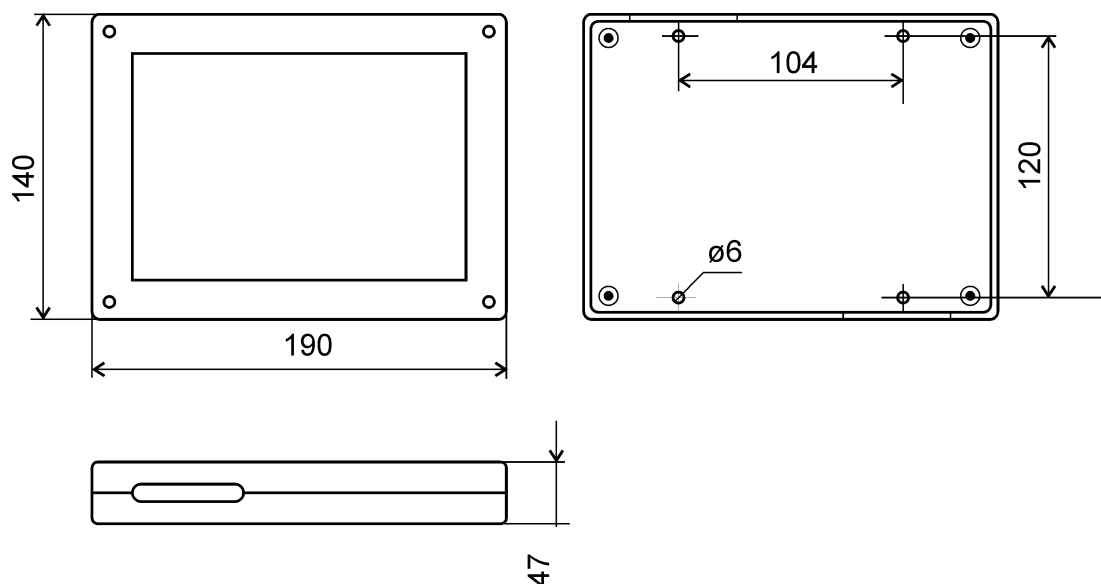

Рисунок 6.
«СФ-КУ4005» поставляется в пластмассовом корпусе (рис.6). Корпус имеет съемную крышку, которая крепится с помощью четырех винтов. На задней стороне корпуса расположены 4 отверстия для крепления к стене. На торцах корпуса имеются монтажные отверстия.
2. В соответствии с шаблоном на рис.6 установите модуль на стене. Установка модуля должна производиться на капитальной стене или перекрытии в местах, защищенных от атмосферных осадков, механических повреждений и доступа посторонних лиц.